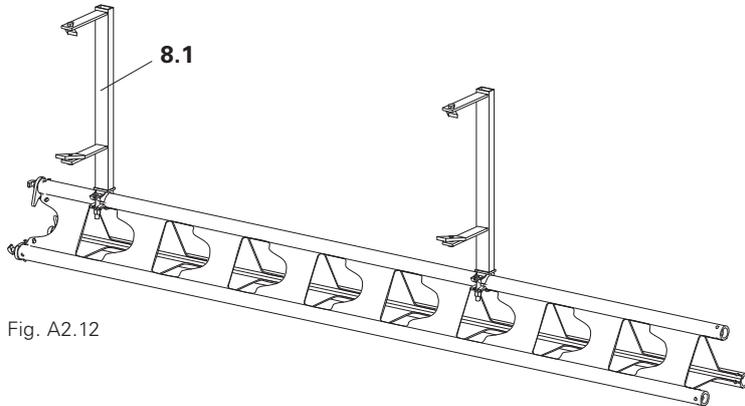
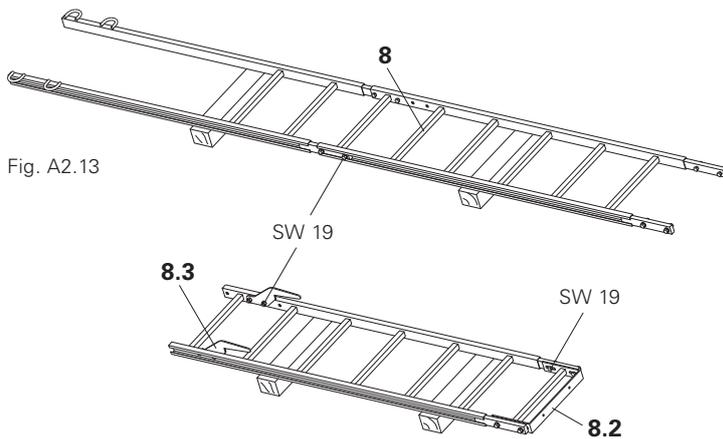

Fig. A2.12
Fig. A2.13
1. Fixer sur le tube d'étai, à l'aide des colliers, les fixations d'échelle HD 200 (8.1). (Fig. A2.12)
2. Prémonter l'échelle (8) à la longueur requise.
3. Fixer le pied d'échelle (8.2) et le crochet de réglage d'échelle (8.3). (Fig. A2.13)